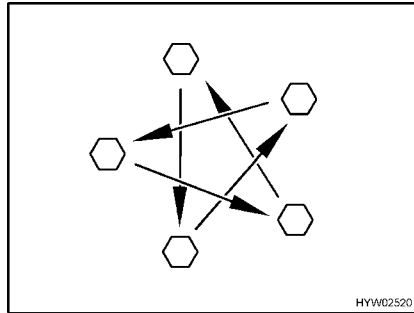

Bild 198 Radmuttern oder Radschrauben über Kreuz anziehen
- Radmuttern oder Radschrauben regelmäßig auf festen Sitz prüfen. Radmuttern oder Radschrauben eines ausgewechselten Rades nach 50 km nachziehen (Bild 198). Anziehdrehmoment siehe Abschnitt 14.5.2.
- Wenn neue oder neu lackierte Felgen verwendet werden, die Radmuttern oder Radschrauben zusätzlich nach ca. 1000 bis 5000 km nachziehen (Bild 198).
- ▷ Radmuttern oder Radschrauben über Kreuz anziehen (Bild 198).